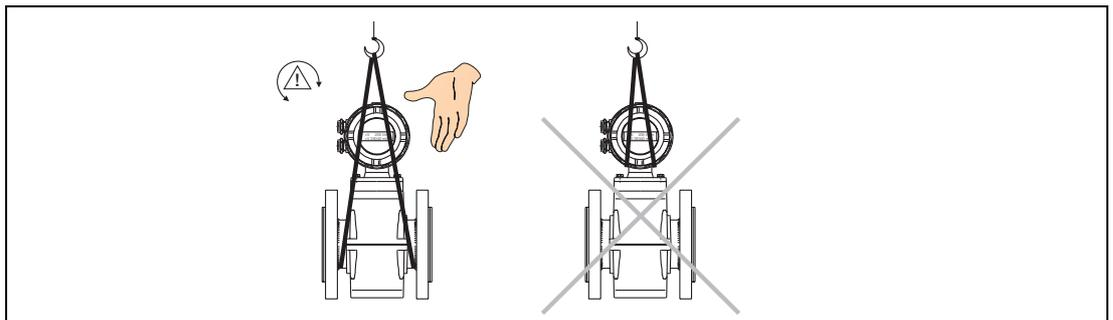

Abb. 2: Transport von Flanschgeräten \leq DN 300
- Für den Transport der Flanschgeräte \leq DN 300 verwenden Sie bitte Tragriemen und legen diesen um beide Prozessanschlüsse (Abb. 2). Ketten sind zu vermeiden, da diese das Gehäuse beschädigen können.